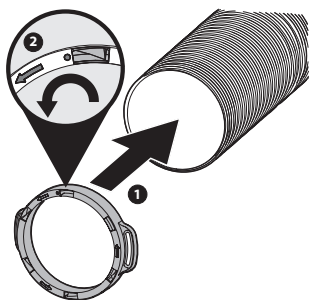

Figure 21
2. Placez l'anneau (731-12353A) sur l'extrémité libre du tube en vous assurant d'aligner le début des rainures du tube avec l'ouverture à côté du point saillant. Voir l'encadré de la Figure 21.